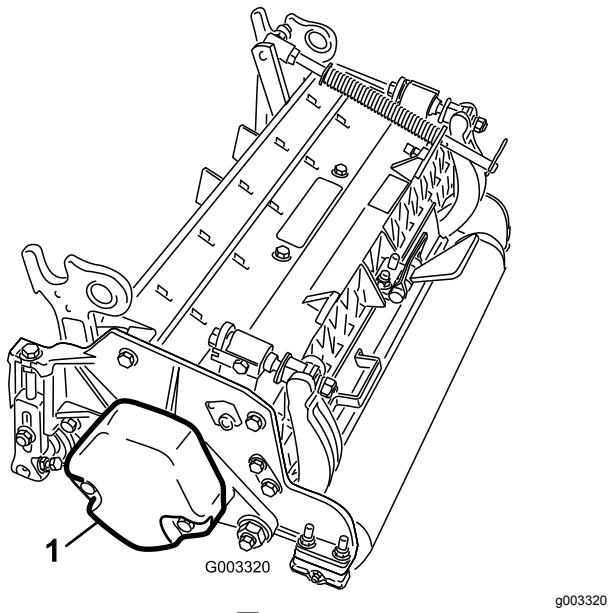

図4
- カウンタウェイト(図4)を、決められている側に取り付けるカッティングユニットのオペレーターズマニュアルを参照。